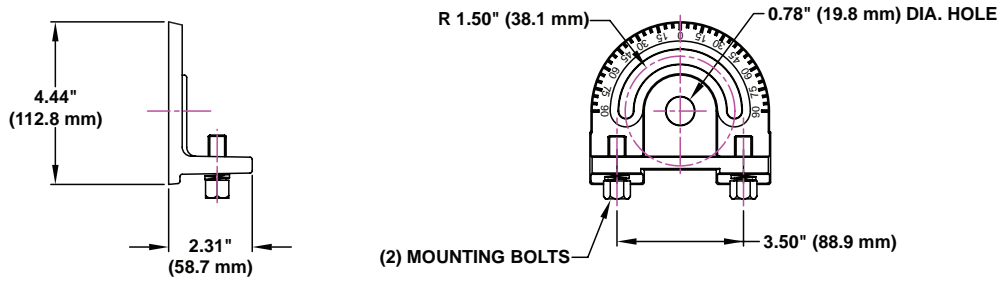

Figure 4: Support de montage à bras croisés (P/N: G-AM-8-CA)
1. Fixez le luminaire avec son étrier sur le support de montage à bras croisés à l'aide de deux boulons de montage de 1/2 pouce (12,7 mm) (fournis) et de deux rondelles de blocage de 1/2 pouce (12,7 mm) (fournies). Voir Figures 4 et 5.
4. Mount the luminaire with yoke to the crossarm mounting bracket with two 1/2 inch (12.7 mm) bolts (supplied) and two 1/2 inch (12.7 mm) lockwashers (supplied). See Figures 4 & 5.